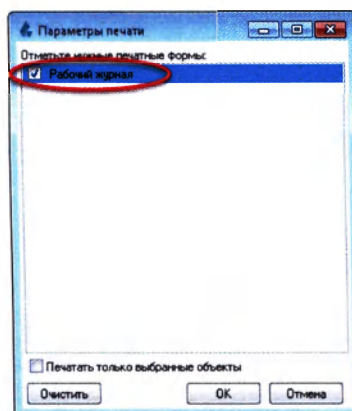

Рисунок 5.94
4. Выберите необходимую печатную отчетную форму (формы), например **«Рабочий журнал»** (Рисунок 5.94):